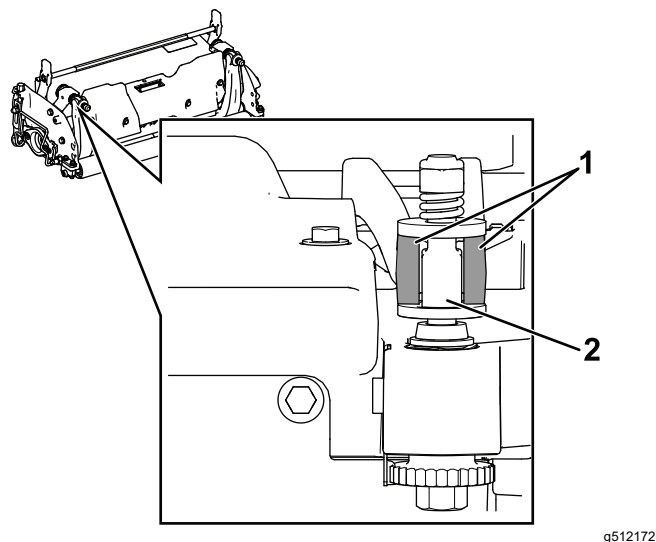

Figura 26
1. Instale o conjunto da barra de apoio/lâmina de corte, posicionando as aletas de montagem entre as anilhas e o parafuso de ajuste da barra de apoio (Figura 26).
Importante: Centre os reguladores DPA nas aletas da barra de apoio conforme mostrado na Figura 26.